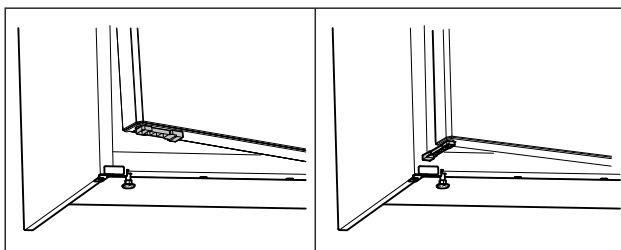

Fig. 63 \*
- ▶ Draai de deuropeningsbegrenzer met 90°. (zie Fig. 63) \*